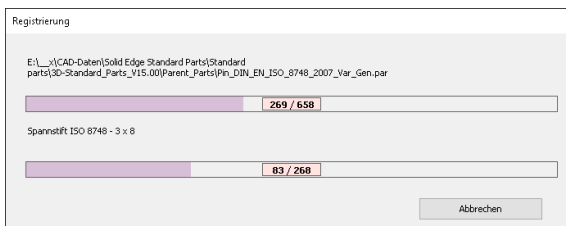

Abbildung 21
5.5. Nun beginnt die Registrierung der Normteile in der Datenbank (Abb. 21) Dieser Vorgang kann bis zu mehreren Stunden dauern und sollte ohne Unterbrechung durchgeführt werden, da bei einem Neustart der Funktion wieder alle Teile neu eingelesen werden. Wenn der Vorgang beendet ist, sind alle Normteile registriert und die Standard Parts sind einsatzfähig.